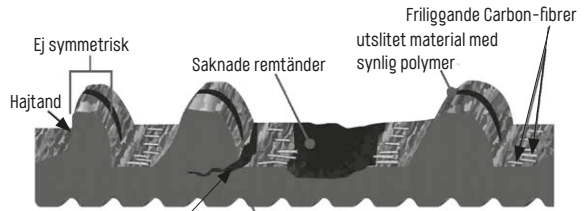

Fig. 3/36 Remslitage, källa: Gates
- Kontrollera regelbundet om remmen är skadad, t.ex. om den är sprucken, saknar tänder eller om Carbon-fibrerna är frilagda („Fig. 3/ Remslitage, källa: Gates“ på sida 36).